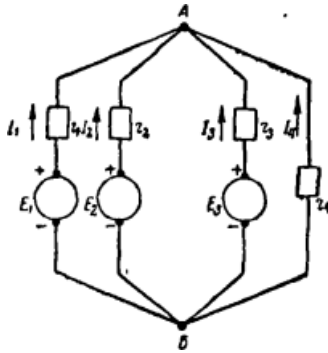

Рис. 8. Схема електричного ланцюга
2. **Метод вузлової напруги.** Для ланцюга, що представлено на рис. 8, дані е.р.с. генераторів $E_1 = 110$ В, $E_2 = 115$ В, $E_3 = 120$ В. Внутрішні опори генераторів $R_{01} = 0.2$ Ом, $R_{02} = 0.1$ Ом, $R_{03} = 0.3$ Ом. Опір гілок $R_1 = 2.3$ Ом, $R_2 = 4.9$ Ом, $R_3 = 4.7$ Ом, $R_4 = 5$ Ом.